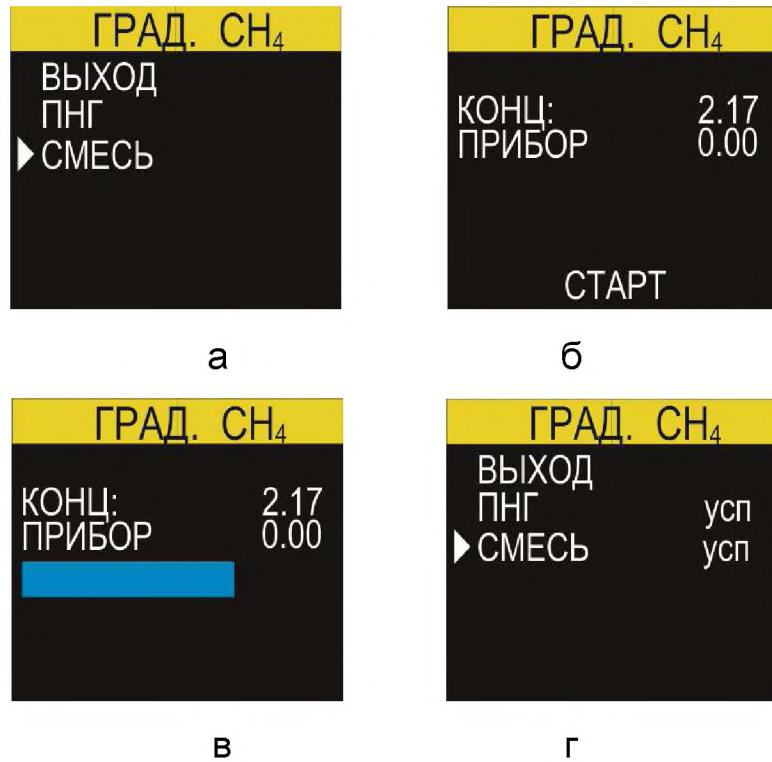

Рисунок 18. Меню градуировки метана.
Выбрать в меню градуировки строку "СМЕСЬ" и нажать кнопку "OK" (рис.18а). Изменить значение подаваемой ПГС на прибор можно кнопками "▼" и "▲"(рис.18б).
3.1.8 Начать подачу ПГС через насадку прибора и нажать кнопку "ОК" для начала градуировки. Расход ПГС необходимо контролировать ротаметром в пределах  $0,5 \pm 0,2$  л/мин. Подавать ПГС необходимо в течение времени, равному утроенному значению  $t_{0,9}$  для выбранного газа (для метана - 90 сек, для остальных газов - 180 сек) до тех пор, пока не исчезнет полоса загрузки (рис.18в), а дисплей не вернется на первый этап градуировки (рис.18г).